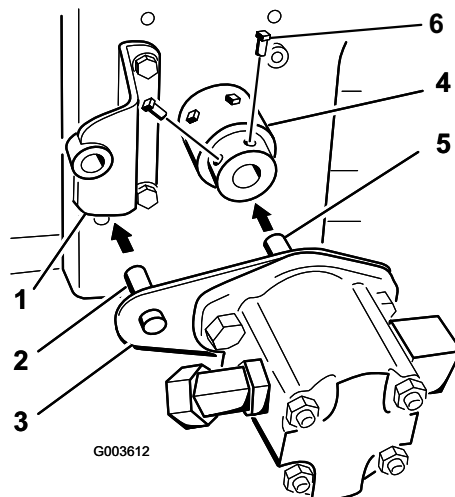

Bild 20
9. Setzen Sie beim Installieren der Hydraulikpumpe im Hub den Pumpenplattenbolzen in die Pumpenhalterung ein. Die Hydraulikpumpenwelle berührt das Ende der Motor-ZWA-Welle Bild 20.
11. Schmieren Sie die zwei Stellschrauben (5/16 x 3/4 Zoll) mit Blue Loctite® ein und setzen Sie sie in den Hub ein, um die Hydraulikpumpenwelle zu befestigen (Bild 20).